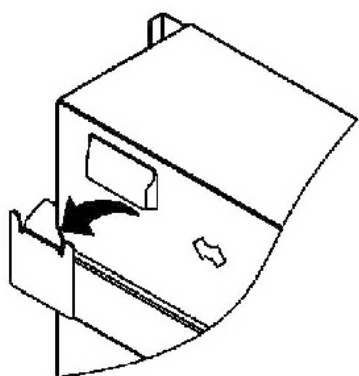

Fig.3
- Levante cuidadosamente o aquecedor, certificando-se de que as duas ranhuras traseiras superiores do aquecedor encaixam no suporte de parede (ver Fig. 3). (ver Fig. 3) e está centrado.